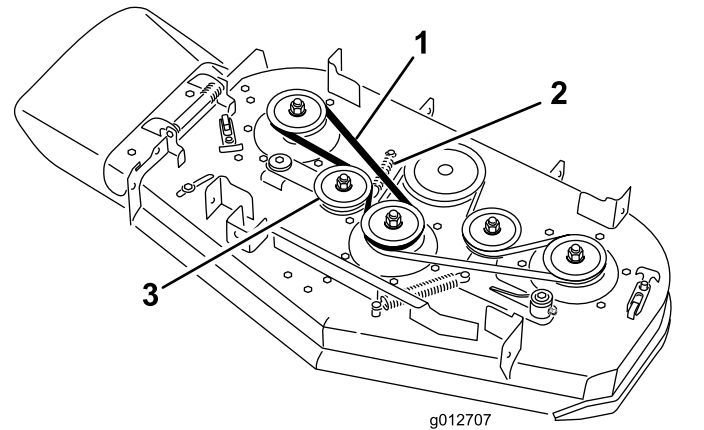

Figura 64
5. Retire a correia direita da plataforma do cortador (Figura 64).
- 7. Instale a correia previamente removida ou uma nova correia em redor das polias direita e intermédia da plataforma (Figura 64).